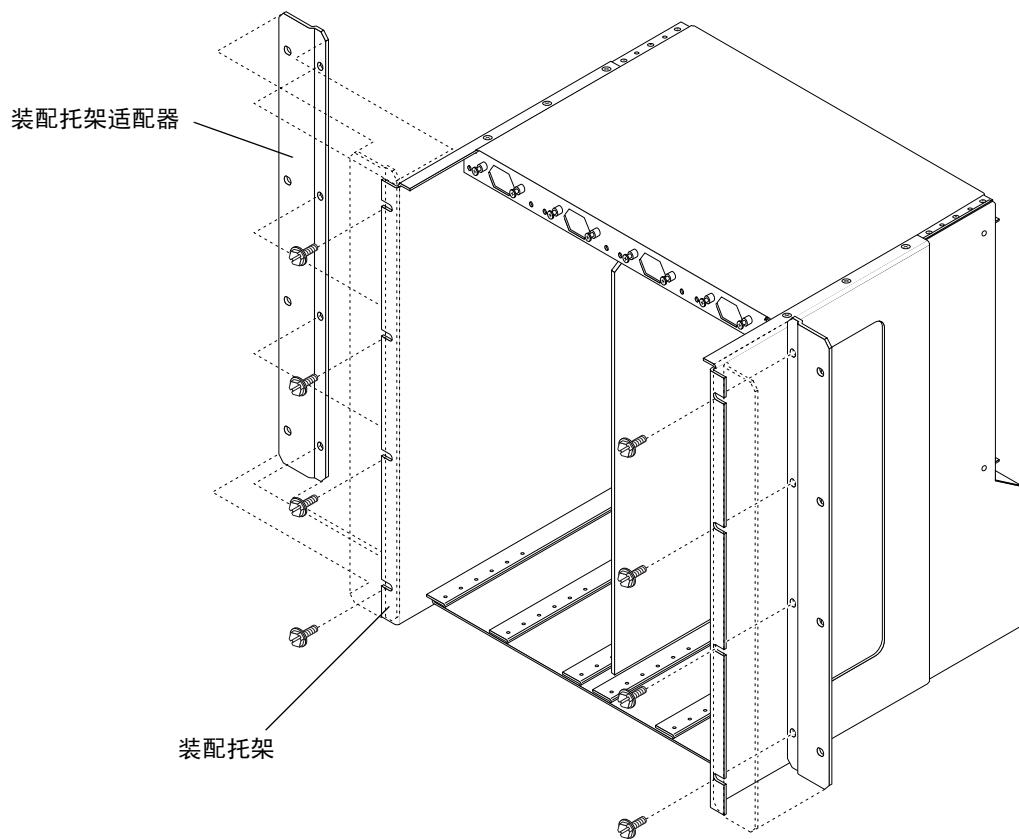

图 3-2 安装装配托架适配器
2. 将一个装配托架适配器放到右侧机箱装配托架的后部，并将适配器上的孔与装配托架上的孔对齐（图 3-2）。